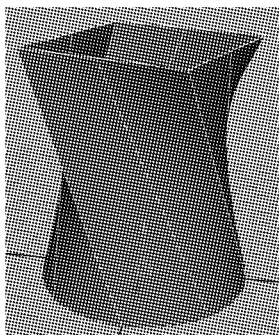

图 3-21 放样后的效果
② Surface degree(曲面度数): 调节曲面的度数。
③ Section spans(跨度段数): 跨度段数越多,生成曲面的结构线越多,曲面越圆滑。
④ Curve range(曲线范围): 可以利用曲线的整体来进行放样,或者利用曲线的一部分来进行放样。
⑤ Output geometry(输出几何体): 可将生成曲面输出改变为几种不同的形体方式。
(4) 放样完成后效果如图 3-21 所示,此工具在制作 NURBS 模型当中也是常用工具之一,通常可以制作按钮等之类的模型。